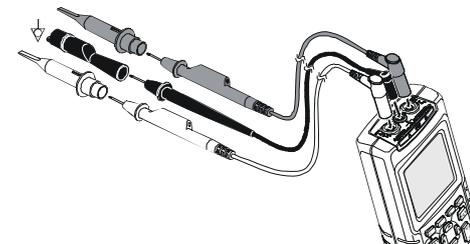

Figura 9-3. Messa a terra con il cavo di massa non schermato
- Utilizzare il cavo di massa nero non schermato verso il COM (comune) per le misure di Ohm (Ω), continuità, diodi e capacità. (Vedere la figura 9-3).